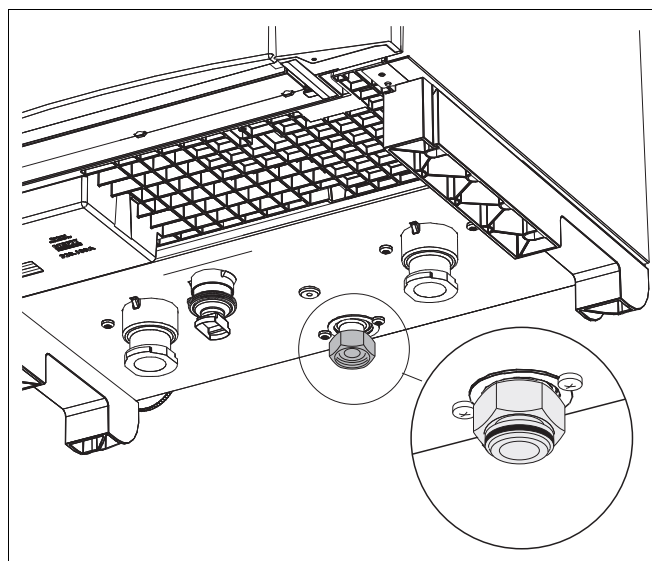

Fig. 10 Guarnizione di gomma
- Verificare che la guarnizione di gomma piana (premontata) sia effettivamente presente nella connessione a vite (lato caldaia) (fig. 10, zoom).